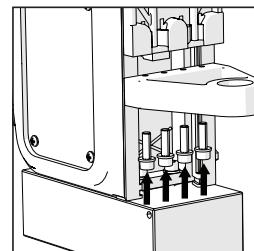

FIG. 8
- Para extraer el brazo de retención del eje, quite los 4 pernos de hueco hexagonal en la cabeza M5. (**Fig. 8**)